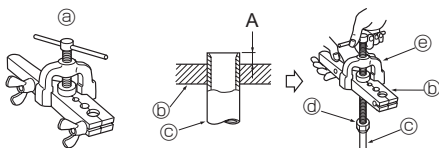

Fig. 5-6
5.2.4. Trabalho de dilatação (Fig. 5-6)